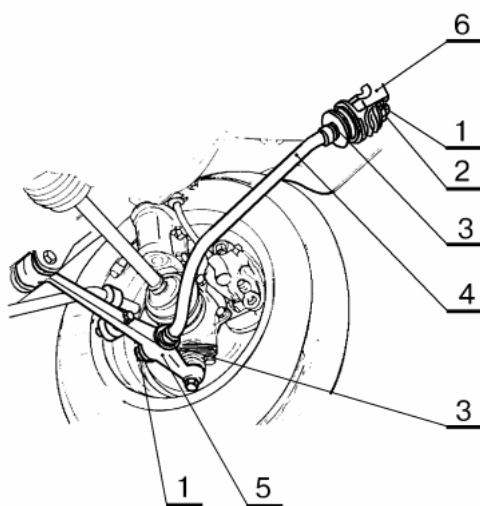

Рисунок 4 - Регулировка угла продольного наклона оси передних колес автомобилей ВАЗ 2108, 2109, 21099, 2113, 2114, 2115, 1117, 1118, 1119:
5.1.1 Отвернуть гайки 1, рисунок 4, крепления растяжки к кронштейну 6 и нижнему рычагу 5 подвески (ключ кольцевой колечатый 24).